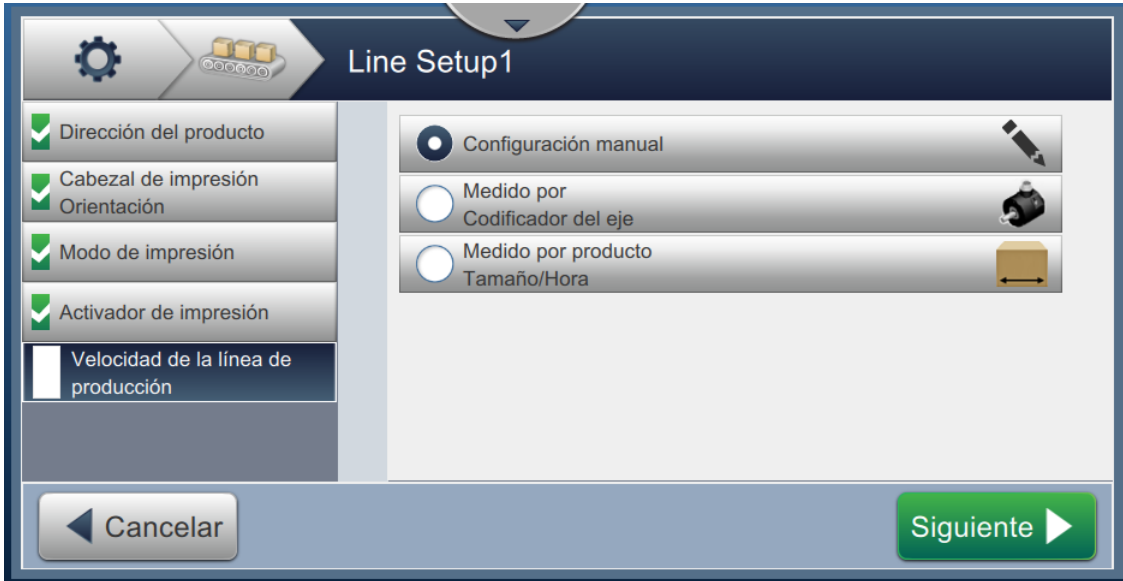

Figura 6-36. Velocidad de la línea: Medido por producto Tamaño/Hora
2. Cambie los parámetros deseados en la pantalla Configuración, como se muestra en la Figura 6-36.